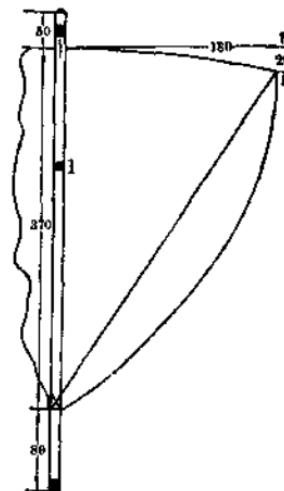

图 8
1. 重心位置：挂上橡筋后的模型飞机，重心位置应在图 8 中所示④的位置上。